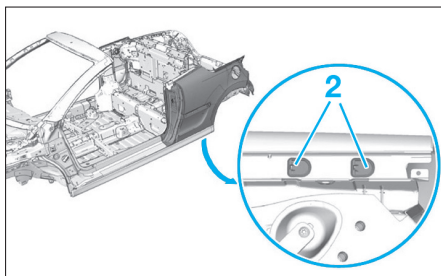

FIG. 73
- Déposer les obturateurs (2) (Fig.73).